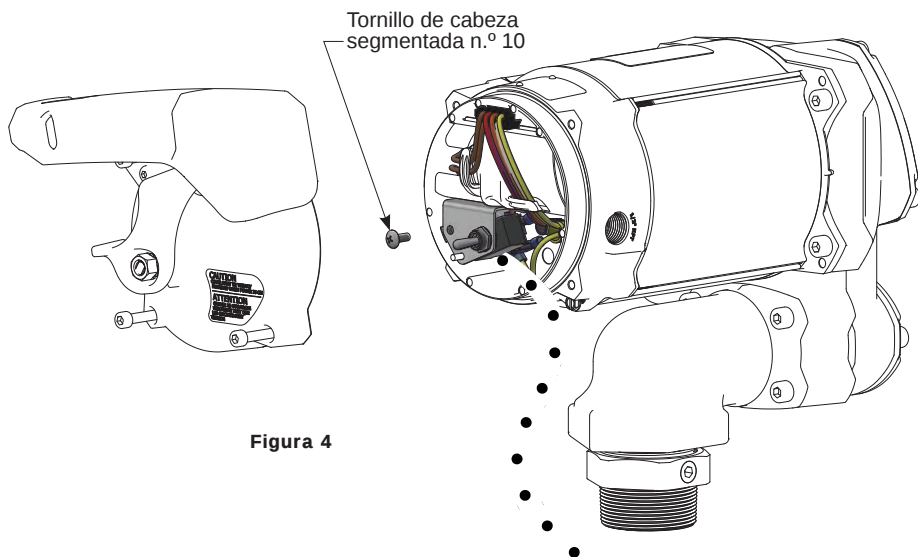

Figura 4
2. Con una llave hexagonal de 4 mm, retire los dos (2) BHCS y la tapa de la boquilla.
3. Retire los cuatro (4) M6 SHCS y la placa de la tapa eléctrica de la carcasa del motor.
4. Retire un (1) tornillo de cabeza segmentada n.º 10 y el soporte del interruptor con el conjunto del interruptor (consulte la Figura 4).